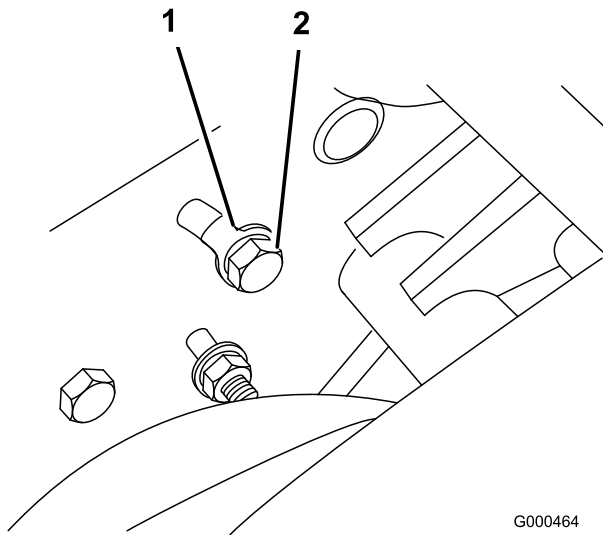

图46
- A. 在侧板的后面，旋松将怠轮支架固定至侧板的螺栓（图46）。